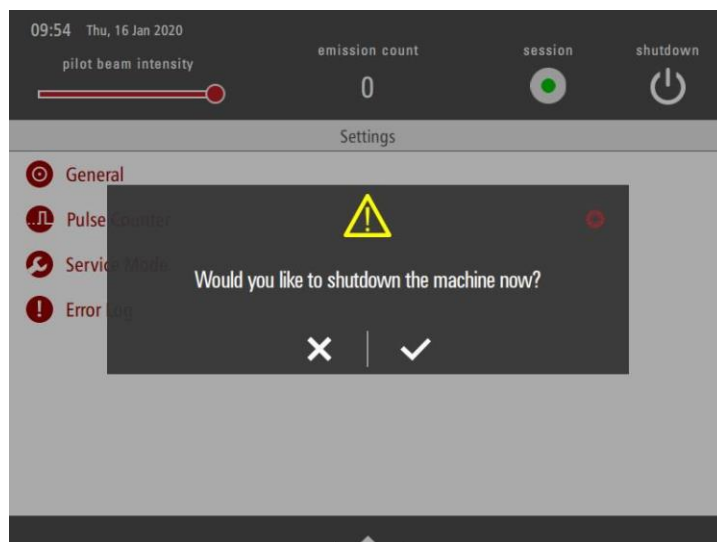

Рисунок 4.6: Варианты выключения
- Отобразится два варианта действий (см. рисунок 4.6):